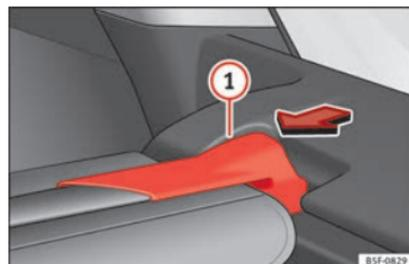

Abb. 166 Im Kofferraum: Hutablage ausbauen.
- Drücken Sie die Aufhängung der Gepäckraumabdeckung » Abb. 166 1 in Pfeilrichtung.
- Lassen Sie die Aufhängung der Gepäckraumabdeckung »» **Abb. 166** ① in der rechten Aufnahme einrasten.
- Prüfen, dass der Träger »» **Abb. 166** ① eingerastet ist.